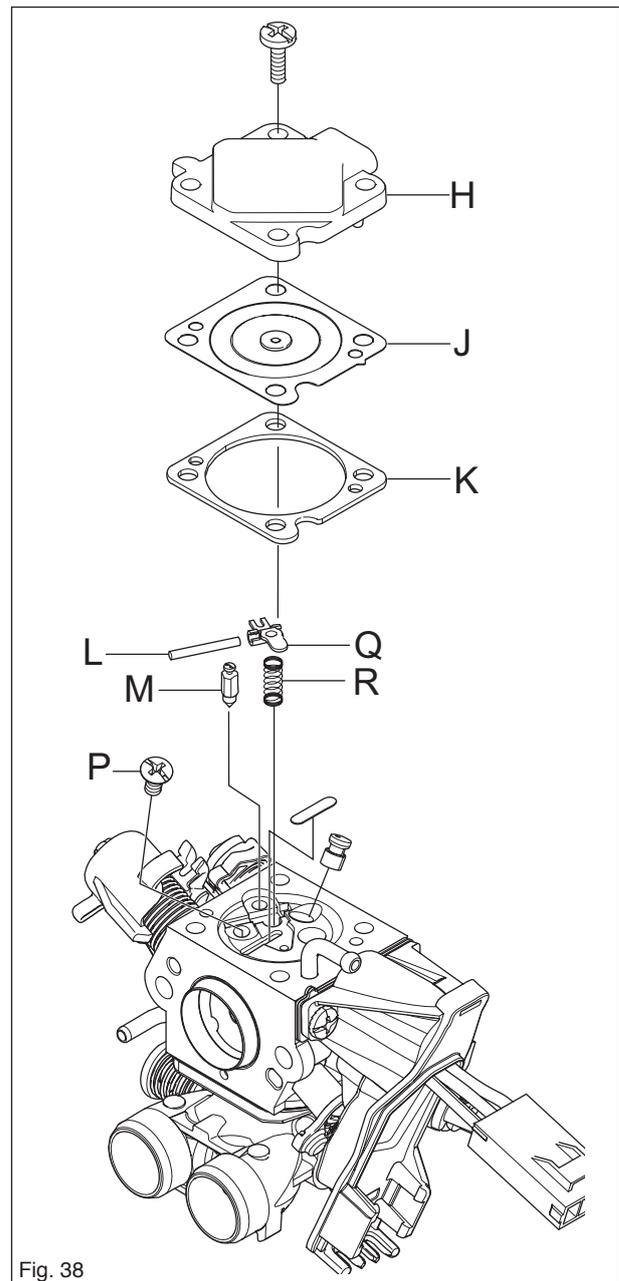

Fig. 38
3. La soupape à aiguilles M et son bras de levier Q ne doivent pas être usés, voir figure 38.